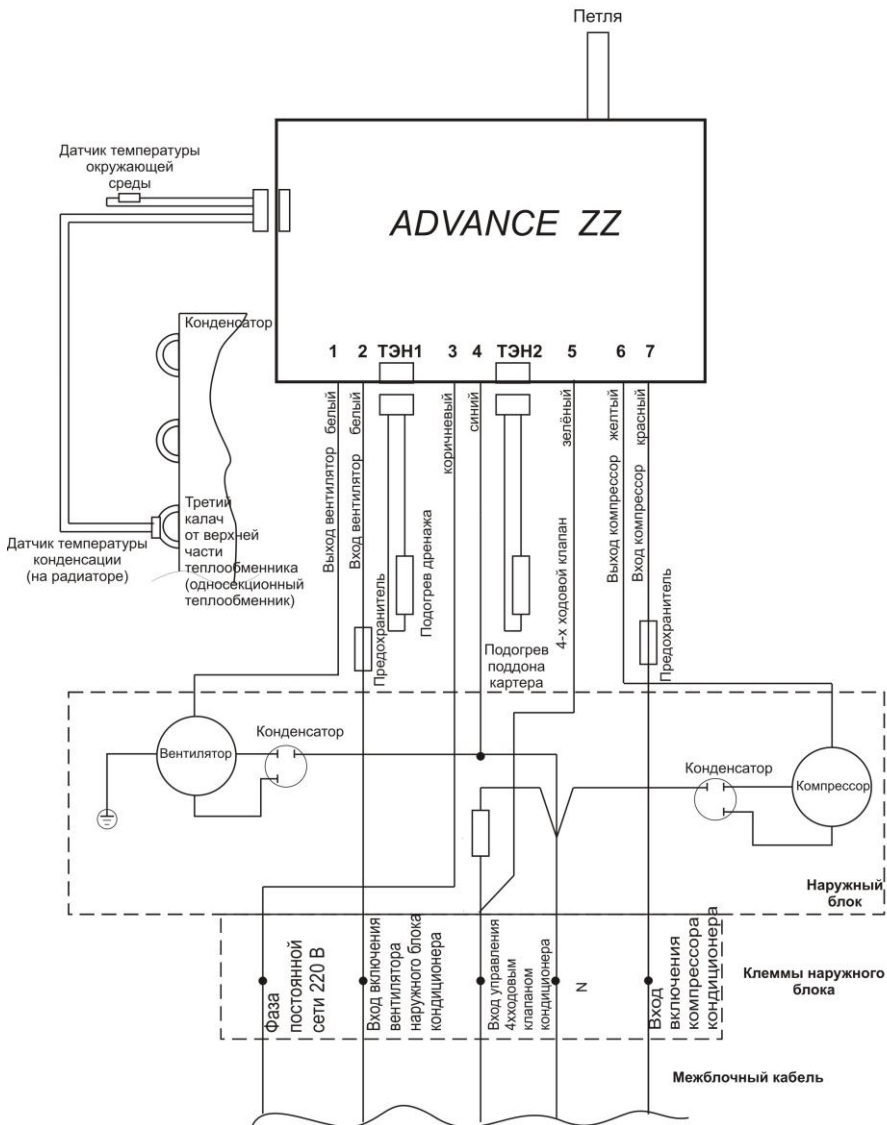
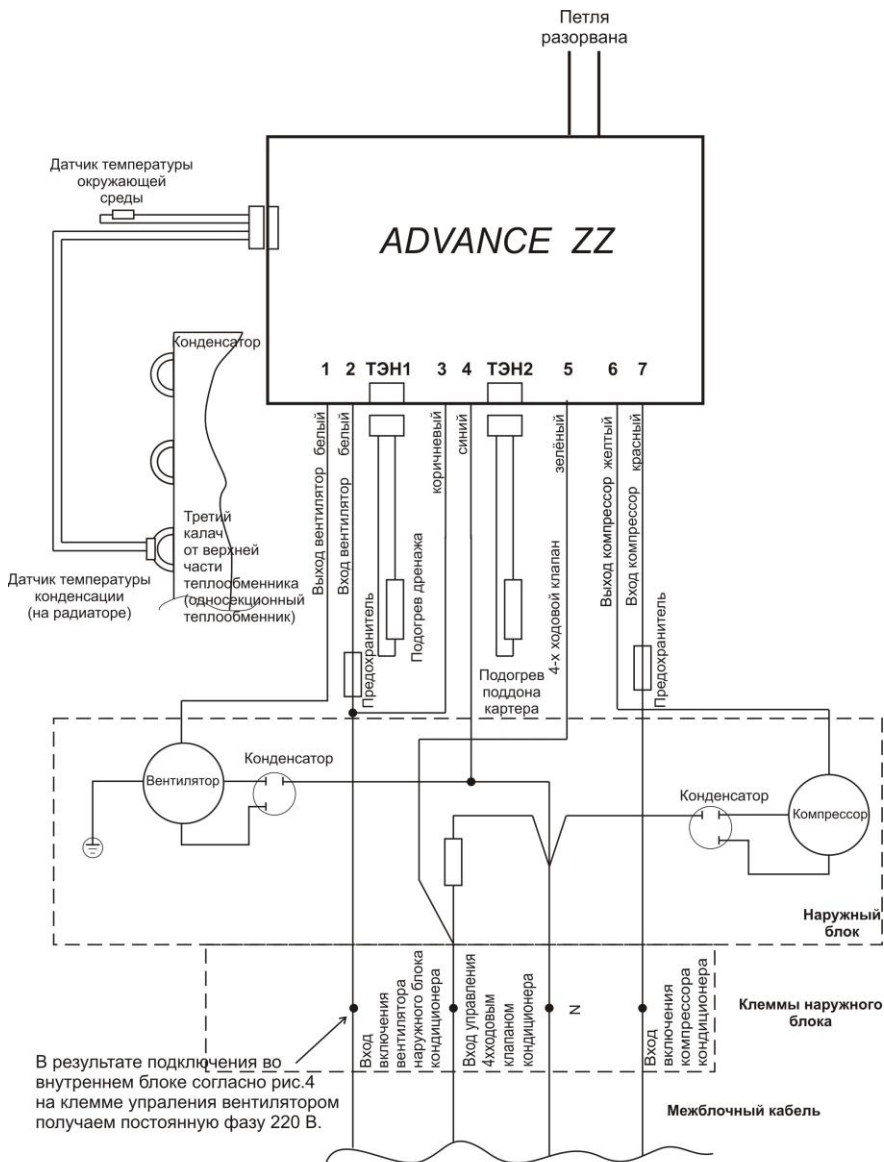

Рис.3. Схема подключения, вариант 1. Петля не разорвана.
Рис.5. Схема подключения, вариант 2. Петля разорвана
5.4. Подсоединить электропровода согласно блок-схеме в соответствии с выбранным вариантом (рис.3 или рис.5)
5.5. Силовые цепи необходимо подключать через предохранители согласно блок-схеме (рис.3 или рис.5)
Подключение по варианту №1 производится, если постоянная фаза 220 В присутствует в наружном блоке кондиционера. Для этого **коричневый провод подключаем к клемме с постоянной фазой 220 В, синий – к клемме N (ноль)**. Остальные подключения производятся согласно схеме (см. рис.3.)
Разрезаем петлю на блоке, изолируем концы. После чего производятся остальные подключения согласно схеме (рис.5.)